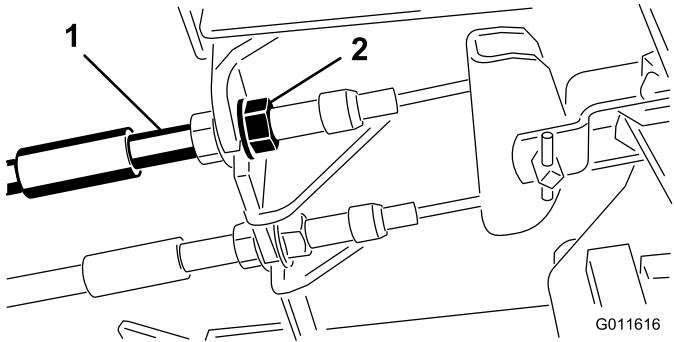

Рисунок 67
- Чтобы уменьшить свободный ход тормозных педалей, затяните тормоза, ослабив переднюю гайку на резьбовом конце троса тормоза (Рисунок 67).